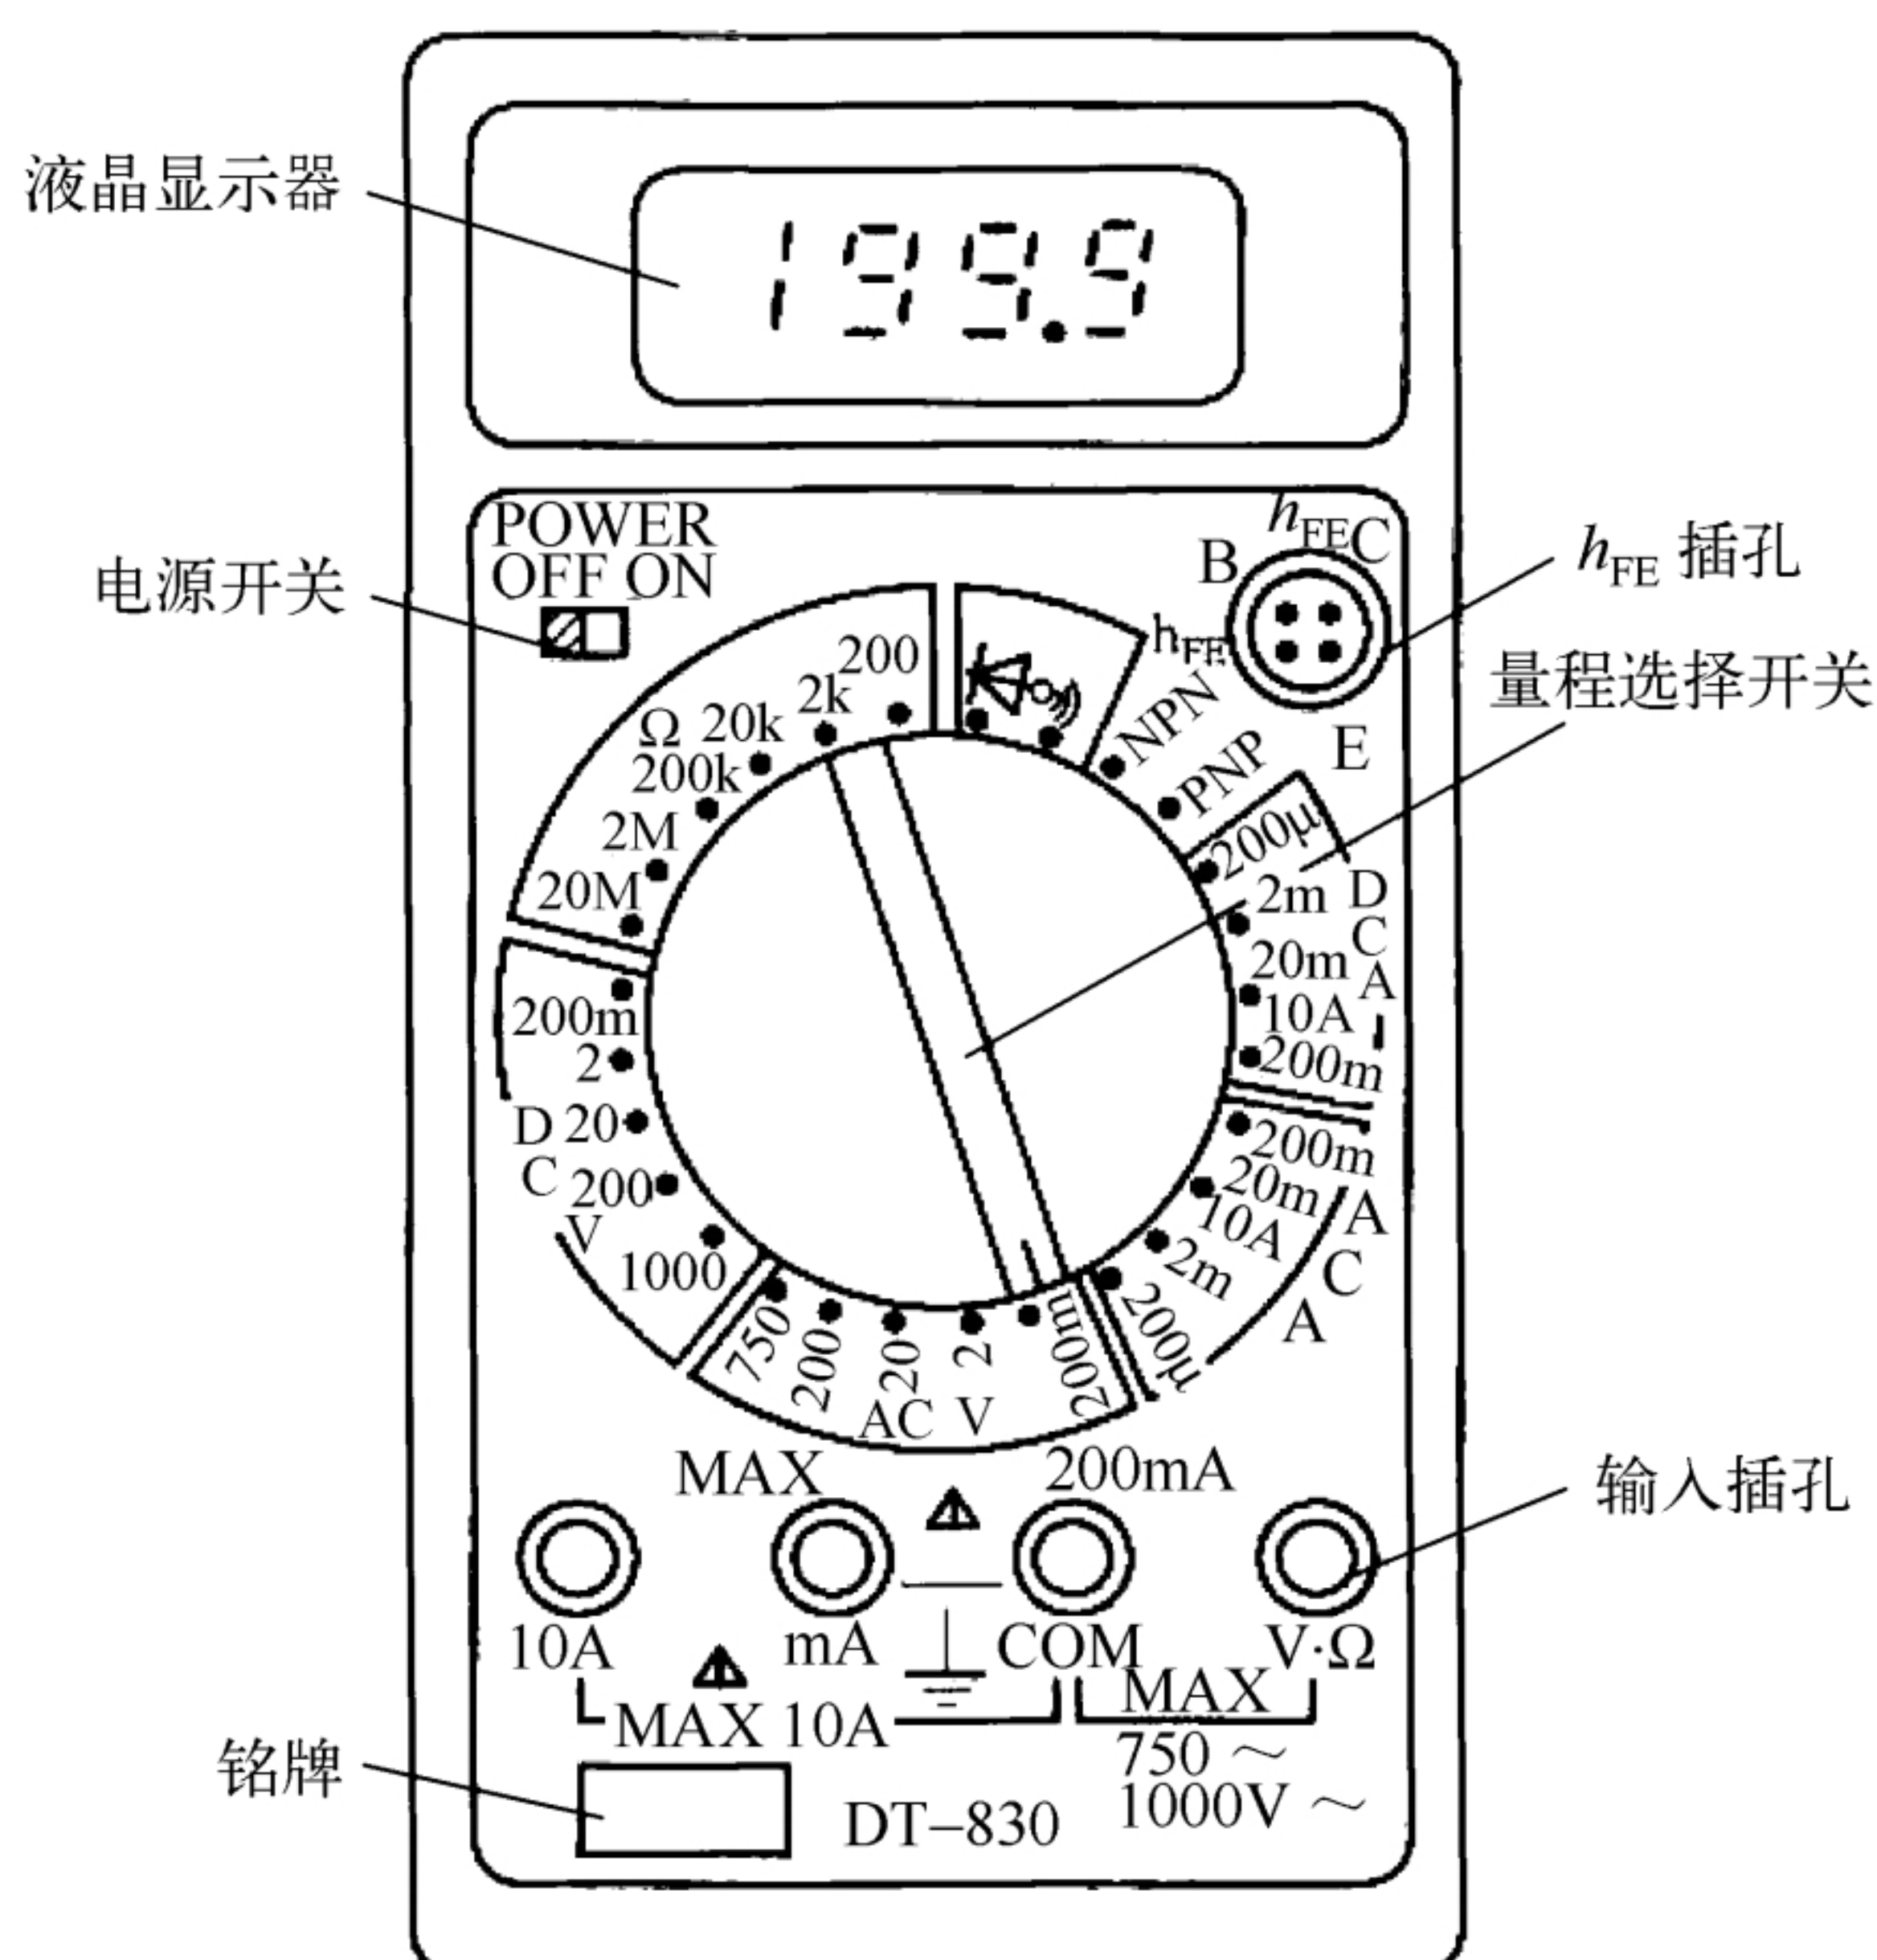

图 1-19 DT—830 型数字式万用表面板
(2) 数字式万用表。DT—830 型数字式万用表面板如图 1-19 所示。